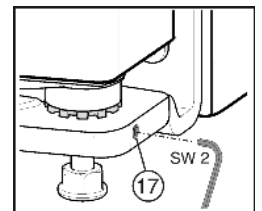

Fig. 12
- ▶ Deșurubați puțin știftul filetat Fig. 12 (17) (maxim o rotație!).
- ▶ Strângeți din nou ferm știftul filetat Fig. 12 (17), pentru a fixa bolțul suport.